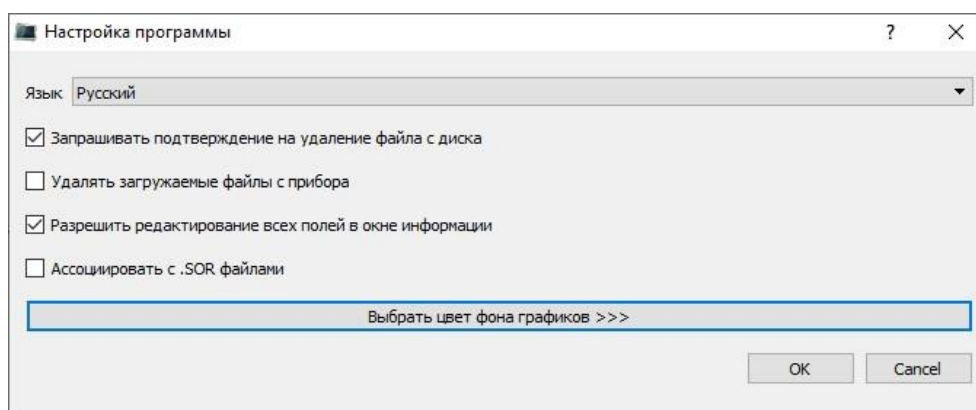

Рис.5.4. Диалог «Настройка программы»
Окно диалога «Информация» содержит четыре вкладки. Данные, представленные на этих вкладках можно просматривать, а часть из них можно отредактировать и сохранить изменения в файле рефлектограммы. Возможность редактирования включается установкой признака «Разрешить редактирование всех полей в окне информации» в Меню/Файл/Настройки (см. п.5.3.1, рис.5.4).
- **Настройка** → вызывает диалог «Настройка программы» (см. Рис.5.4), в котором есть: выбор языка интерфейса программы, выбор цвета фона графиков. Также в этом диалоге можно изменять следующие настройки путём установки отметок напротив них: